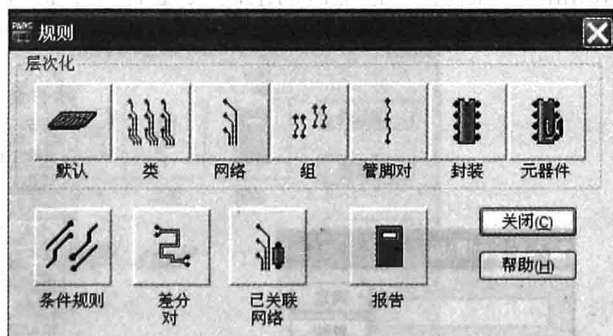
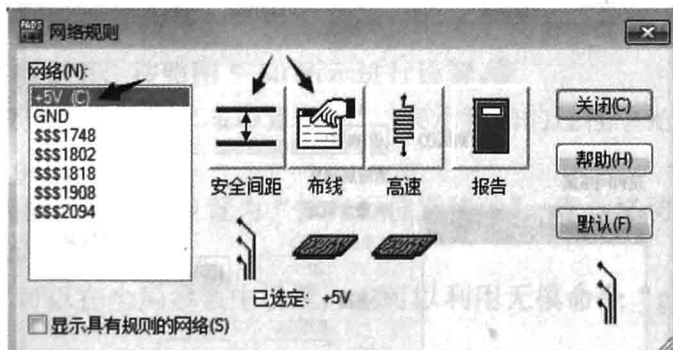

图 5-36 “规则”对话框
图 5-44 “网络规则”对话框
(2) 随后弹出“规则”对话框, 如图 5-36 所示。
(7) 设置网络规则。在图 5-36 所示对话框中, 单击  图标, 随后弹出“网络规则”对话框, 如图 5-44 所示。在“网络”列表中选择需要设置网络规则的信号, 如+5V, 再单击“安全间距”和“布线”图标, 进行线宽的规则设置。
(8) 设置条件规则。条件规则可以在网络、网络和类、类和类、网络和层之间进行层次化的设计规则定义。在图 5-36 所示对话框中, 单击  图标, 随后弹出“条件规则设置”